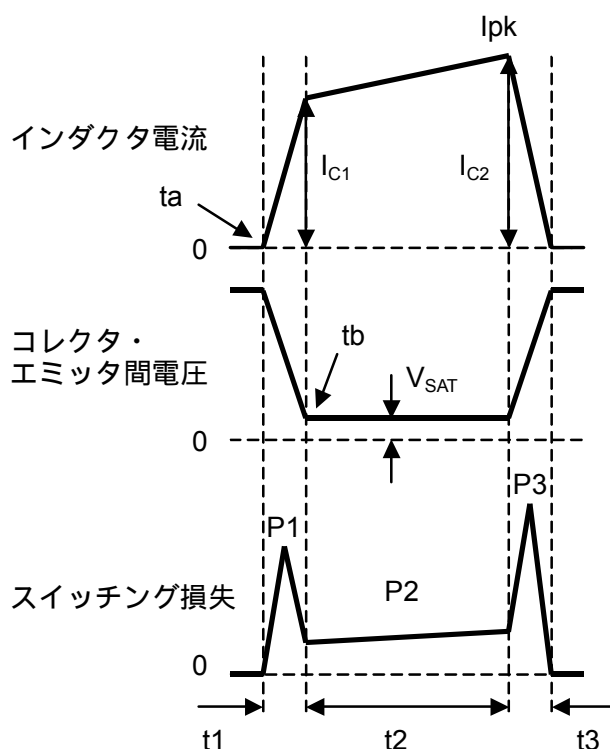

図 6 各部のスイッチング波形
**NJM2367** の電力損失は、パワートランジスタによるスイッチング損失と IC の消費電力の合計になります。トランジスタの ON 期間にスイッチング損失が発生し、3 つの状態に分けることができます。(図 6 参照)